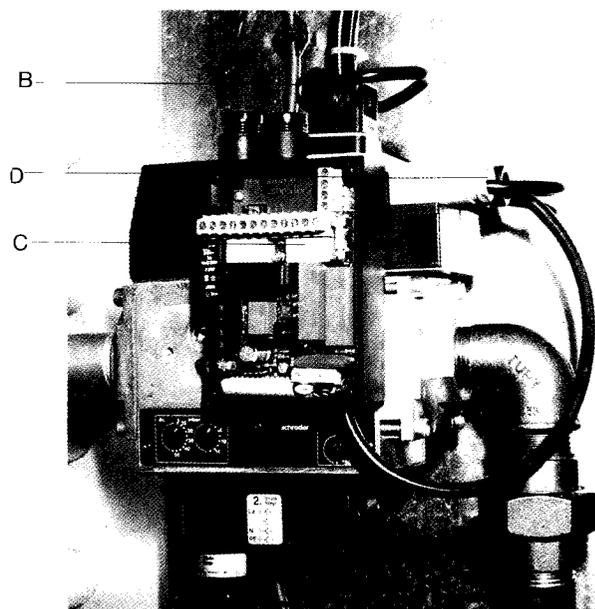

Abb. 25
Abdeckkappe der Ventildichtkontrolle (Abb. 25) abnehmen.
Ventildichtkontrolle (C) wie in Abb. 25 gezeigt mit den beiden Innensechskantschrauben (SW 3,0) befestigen.